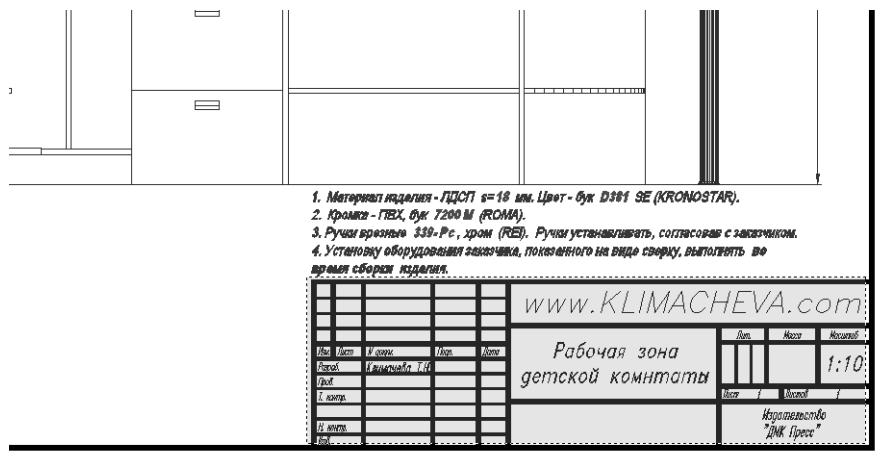

Рис. 13.10 ▼ Выделение основной надписи с помощью пересекающей рамки
- AutoCAD предложит выбрать объекты, подлежащие копированию. С помощью пересекающей рамки выделите основную надпись, не захватывая рамки чертежа (рис. 13.10).